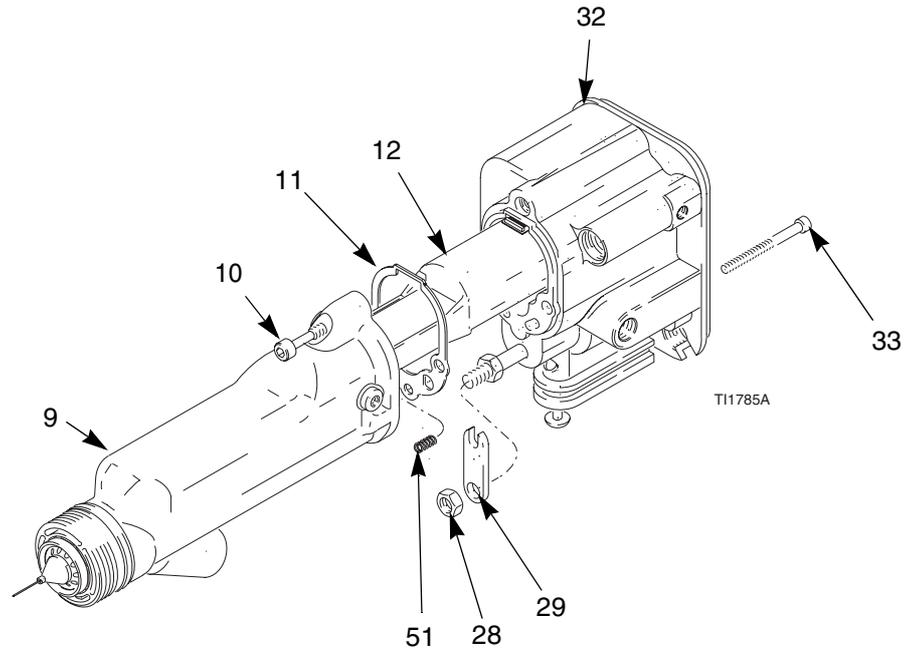

Fig. 32. Instalación del cañón
1. Asegúrese de que la junta (11) y el muelle de conexión a tierra (51) están bien colocados. Asegúrese de que los orificios de aire están correctamente alineados. Reemplace si estuvieran dañados. Vea Fig. 32.
2. Coloque el cañón (9) sobre la fuente de alimentación (12) y en el cuerpo de la pistola (32).
4. Monte el tubo de fluido (19) en su accesorio de alojamiento (23). Compruebe que los anillos de metal (21, 22) están colocados. Apriete la tuerca (20).
5. Instale y ajuste el brazo del actuador (29) y la contratuca (28). Vea la página 49.
7. Instale la carcasa de la pistola (2) y el cabezal de aire, página 44.